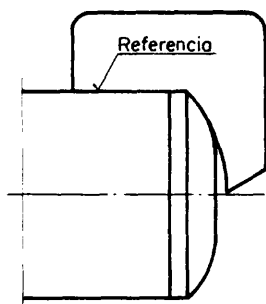

Fig. 9
- f Verifique con la plantilla (fig. 9).